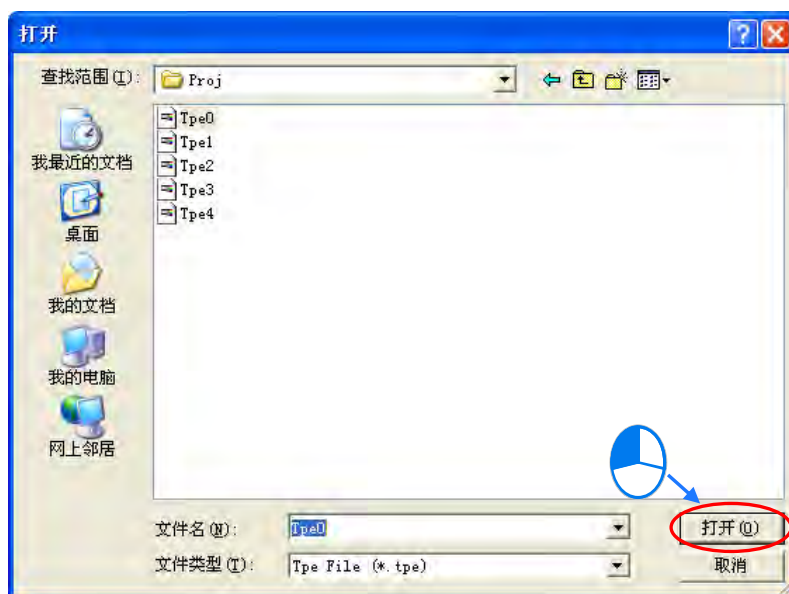

图 3-1 开启旧文件
当需要开启已存在磁盘驱动器内之文件时，可以单击菜单工具栏的 **文件 (F) > 打开** 或是图标工具栏的「打开」按钮，此时会出现开启窗口，如图 3-1，在对话框中选择你想要开启之旧文件的路径与文件名，文件格式为 .tpe 文件，按下「打开」按钮后即会开启此文件。